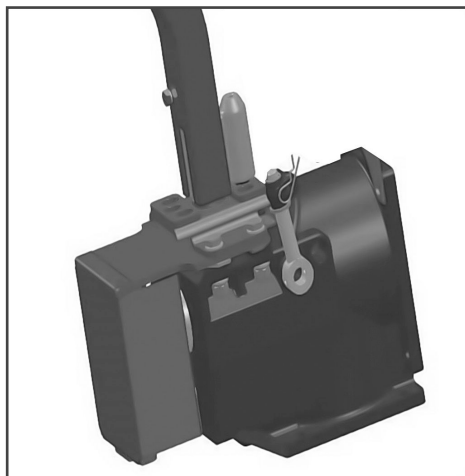

Рис. 11 Установка защитного кожуха
7. Снимите рабочий кожух и установите защитный кожух (Рис. 11).